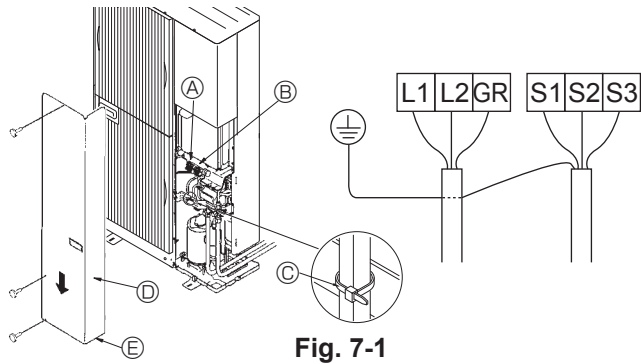
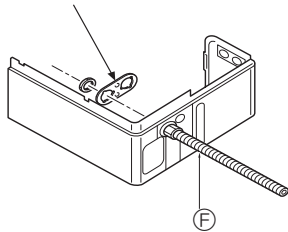

Fig. 7-1
Fig. 7-2
### 7.1. Appareil extérieur (Fig. 7-1) (Fig. 7-2)
- ① Retirer le panneau de service.
- ② Relier les câbles conformément à la Fig. 7-1.
- ③ Des plaques de montage pour les conduits (ø22 mm [7/8"]) sont fournies. Faites passer le câble d'alimentation et les câbles de transmission par l'orifice à dégager approprié, puis enlevez la pièce superflue de l'orifice situé en bas du bloc de sorties et connectez les fils. (Fig. 7-2)
- ④ Attachez le câble d'alimentation au bloc de sorties en utilisant le manchon pour la force de tension (Connexion PG ou similaire).